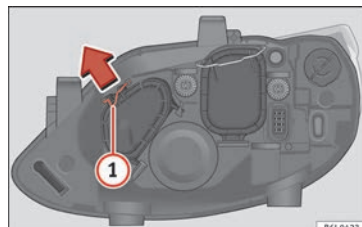

Fig. 182 Luz de carretera.
- Desplace el tirante (1) en el sentido de la flecha y saque la tapa » fig. 182.